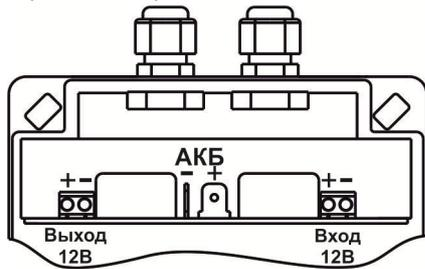

Рис.3
- подключить провода нагрузки (напр. видеорегистратора) к клемменной колодке «**ВЫХОД**» на плате в соответствии с полярностью (см.рис.3);
- подключить провода от бортовой сети транспортного средства к клемменной колодке «**ВХОД**» на плате в соответствии с полярностью (см. рис.3);
- Соединить внутри источника клеммы от встроенной АКБ с платой источника перемычками с учетом полярности (см. рис.3):